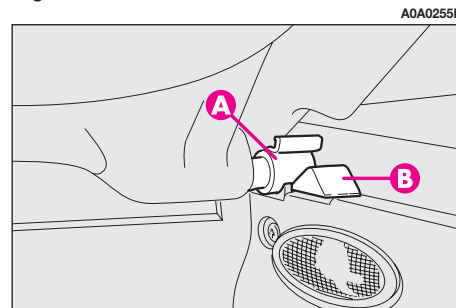

fig. 19
- dégager les broches (A-fig. 19) placés à l'extérieur de la tablette de leurs sièges (B) aménagés dans les supports latéraux, puis sortir la tablette vers l'extérieur.